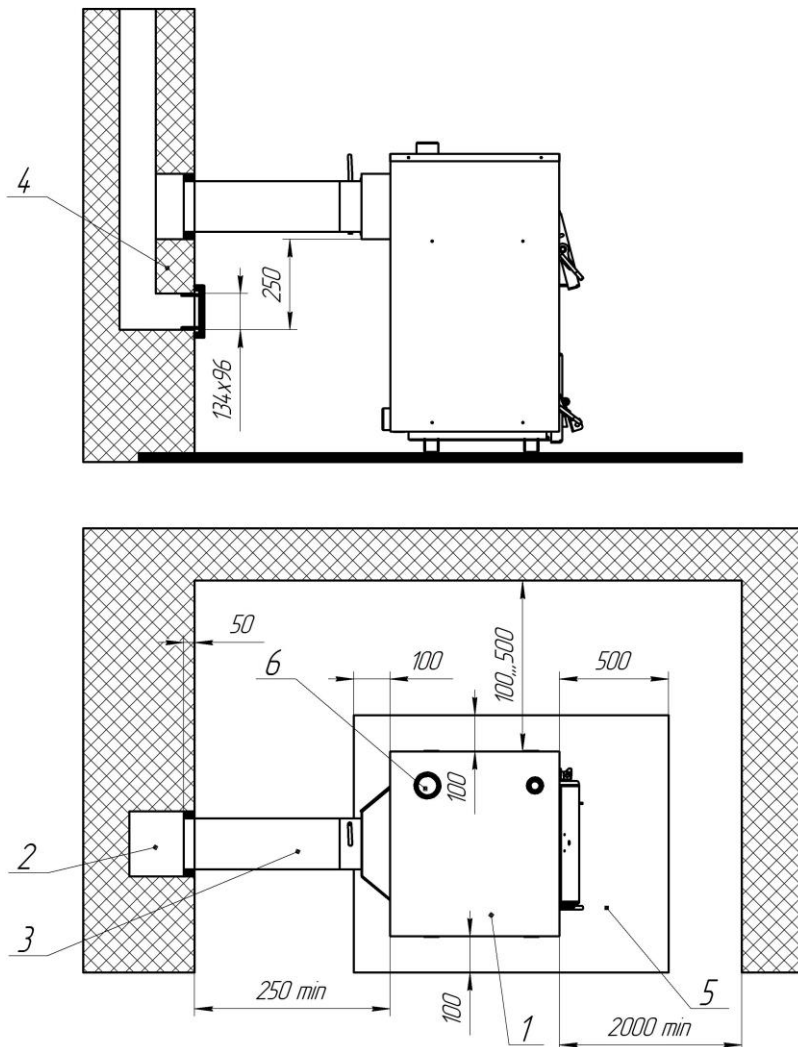

Рис. 2 Рекомендована схема установки котла і приєднання до димової труби
- рекомендовані розміри установки котла згідно рис. 2.
Перед встановленням котла на підлогу положити металевий лист згідно рис. 2. Котел має бути встановлений суворо горизонтально, а міцність підлоги і землі, на якій він знаходиться, має бути достатня через вагу котла з водою. Котел може бути встановлений на підлозі (фундаменту), виготовленій з негорючих матеріалів. До котла має бути легкий доступ з усіх сторін, особливо з передньої частини котла, щоб навколишні предмети або стіни не перешкоджали засипанню палива, чищенню печі, зольника, конвекційних каналів та видаленню осадків. Котельня повинна мати припливну вентиляцію в формі каналу з перерізом не менш ніж 50 % перерізу димохідної труби, але не менш, ніж 210 x 210 мм, із отвором випуску повітря в задній частині котельної (відсутність припливної вентиляції або непрохідність вентиляції може викликати такі явища, як задимлення, неможливість досягнення вищої температури). Котельня повинна мати витяжну вентиляцію під стелею приміщення з перерізом не менш ніж 25% перерізу димохідної труби, але не менш, ніж 140 x 140 мм (метою витяжної вентиляції є видалення з приміщення шкідливих газів). Одна з умов доброї роботи котла є достатня подача свіжого повітря до котлової.